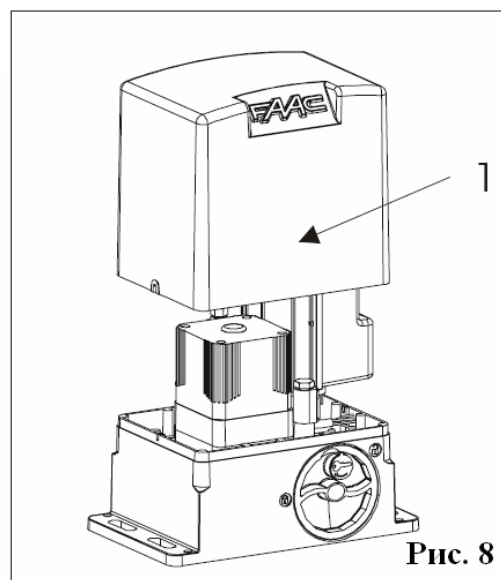

Рис. 8
1. Снять защитный кожух, рис. 8, поз. 1.